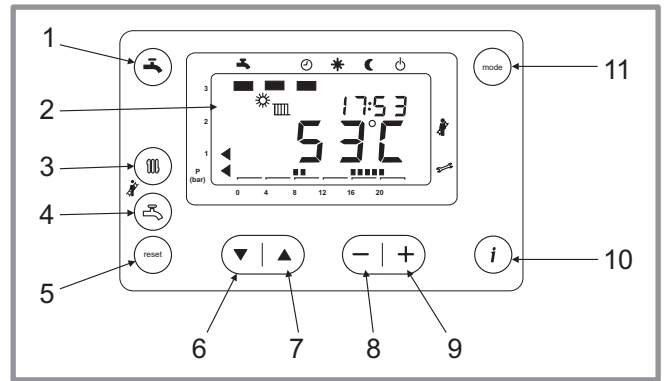

figure 30 - Tableau de contrôle
Appuyer simultanément sur  et  pendant 6 secondes (repères 3 et 4, figure 30).
- Appuyer sur la touche ▼ (repère 6, figure 30).
Il est possible de contrôler les allures intermédiaires en ajustant le % à l'aide des touches (+) et (-) (repères 8 et 9, figure 30).